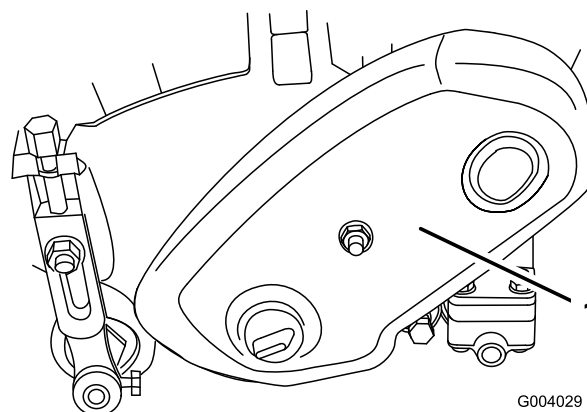

Figura 30
1. Togliete i dispositivi di fissaggio del paracinghia e il paracinghia per accedere alla cinghia (Figura 30).